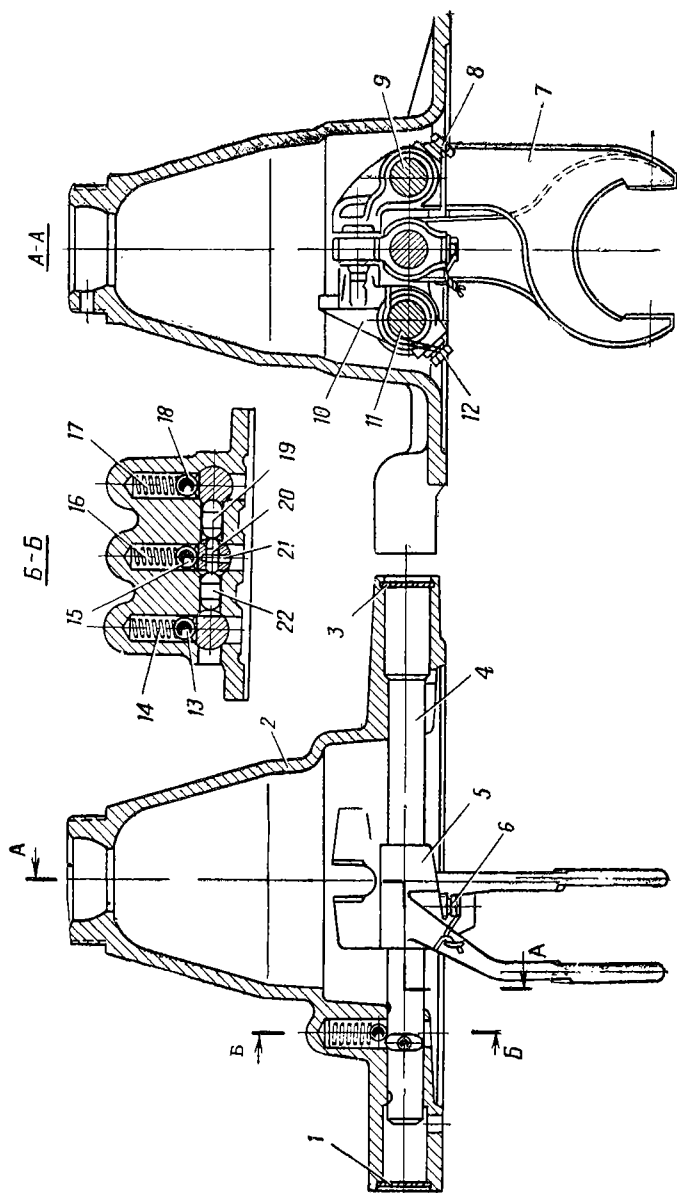

Рис. 24. Верхняя крышка коробки передач в сборе:
22. Расшплинтовать и вывернуть стопорный винт 6 (рис. 24). Сдвинуть вилку 5 переключения третьей и четвертой передач. Вставить в отверстие для стопорного винта бородок и выбить ползуном заглушку 3. Вынуть ползун 4 переключения третьей и четвертой передач и снять с него вилку.
а) ползуны 4, 9 и 11 (рис. 24) переключения передач устанавливаются в верхнюю крышку коробки передач с зазором 0,04—0,40 мм; переводная головка вилки переключения заднего хода устанавливается на ползун с зазором 0,02—0,40 мм;
2. Вставить пружину 17 (рис. 24) и шарик 18 фиксатора в отверстие крышки.